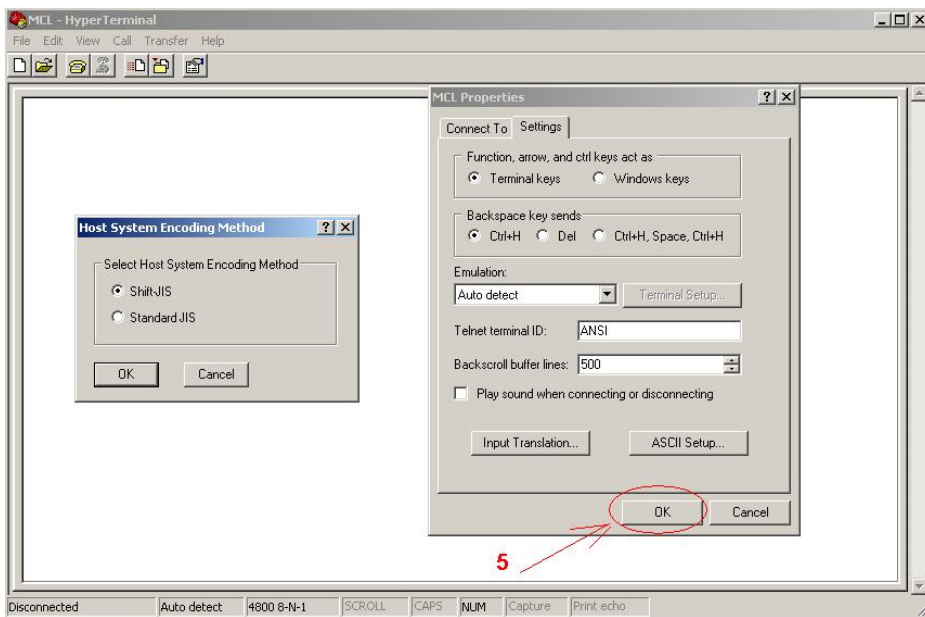

Рис.6.8
5. Убедитесь, что другие установки установлены так как отображено на рис.6.8 и 6.9;
6. Нажмите кнопку „OK“ как изображено на рис.6.8;